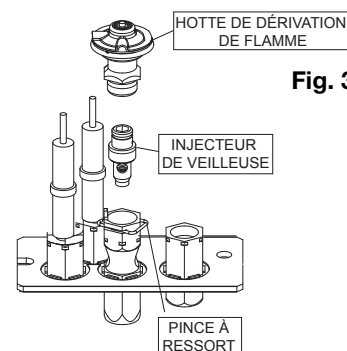

Fig. 3
- ☐ 6. Retirez la pince à ressort de la veilleuse puis la hotte de la veilleuse de l'assemblage de la veilleuse en tirant à la verticale. Utilisez une clé Allen de $\frac{5}{32}$ " pour dévisser l'injecteur. Remplacez l'injecteur par celui qui est fourni (**Fig. 3**). Remplacez la hotte de dérivation de flamme sur l'assemblage de la veilleuse et rattacher la pince à ressort en vous assurant qu'elle est bien alignée.